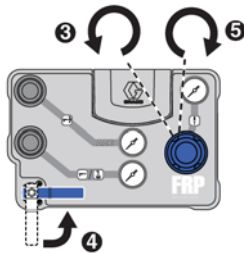

FIG. 18
- Ruotare completamente in senso antiorario il regolatore di pressione dell'alimentazione dell'aria principale per rilasciare la pressione e impostarla a zero. Vedere FIG. 18.
- Portare la valvola a sfera di alimentazione dell'aria principale in posizione aperta. Vedere FIG. 18.
- Ruotare lentamente il regolatore di pressione dell'alimentazione dell'aria principale completamente in senso orario, finché la pompa non inizia a muoversi e si commuta da sola. Non ruotare mai oltre 0,14 MPa (1,4 bar; 20 psi). Vedere FIG. 18.